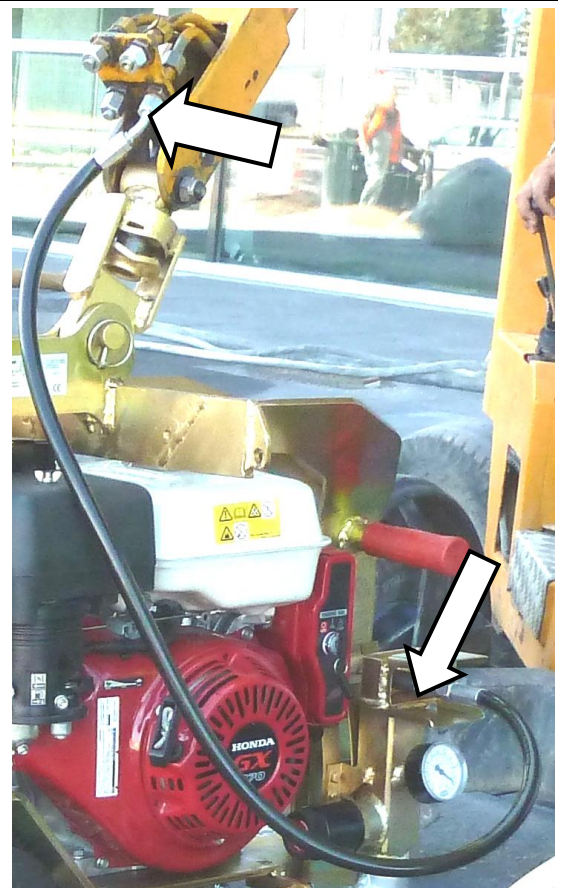

Abb. 6a
- Durch die Installation des Zubehörteiles „PJ-b-HAE“ (Best.-Nr.: 4190.0122) und die Verlegung einer Hydraulikleitung zum Trägergerät, kann die Steinplatte durch die hydraulisch betätigte Ablöseeinrichtung, vom Fahrersitz (des Trägergerätes) abgelegt werden. (→ Abb. 6a).